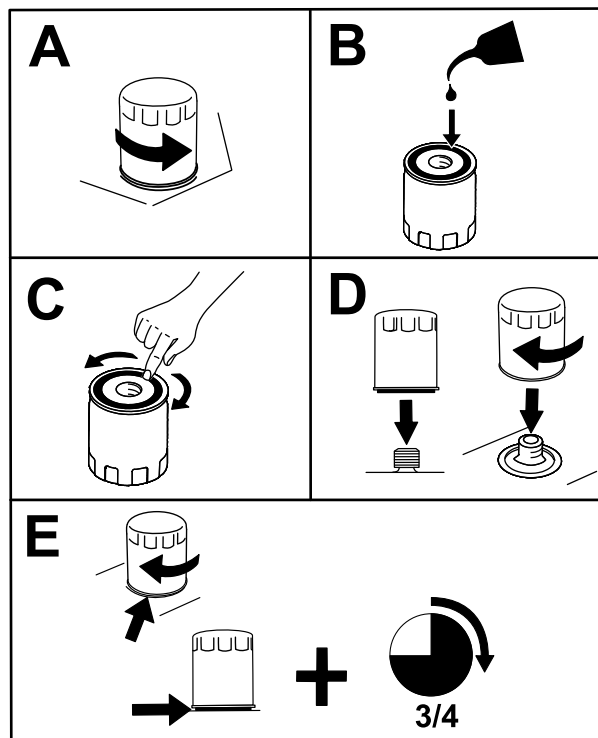

Bild 36
2. Wechseln Sie den Motorölfilter (**Bild 36**).